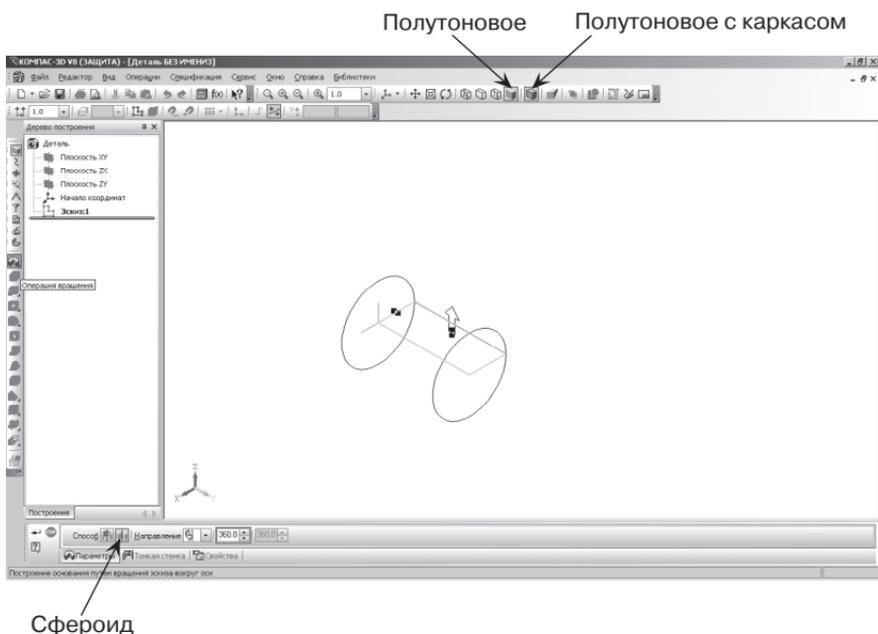

Рис. 132. Создание трехмерной модели
- на панели **Свойств** на вкладке **Параметры** укажите способ построения  – **Сфероид** (построение сплошного элемента), направление вращения 360° (рис. 132);
- На Инструментальной панели Вид выберите команду **Полутоновое**, **Полутоновое с каркасом** (рис. 132).